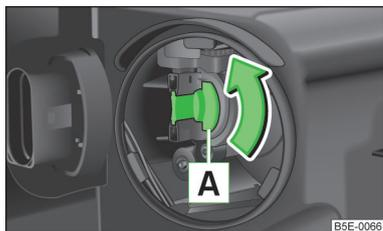

Abb. 223
- › Den Sockel **A** » Abb. 223 bis zum Anschlag in Pfeilrichtung drehen und herausnehmen.